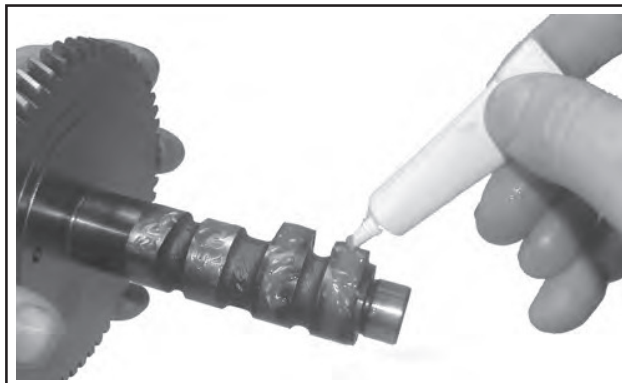

Abbildung 11-12. Auftragung des Schmiermittels auf der Nockenwelle auf die Erhebungen der Nocke.
- Reichlich Schmiermittel auf der Nockenwelle (siehe Kapitel 2) auf jede Erhebung der Nocke auftragen. Mit Motoröl die Oberflächen der Nockenwellenlager des Kurbelgehäuses und die Nockenwelle schmieren. Siehe Abbildung 11-12.